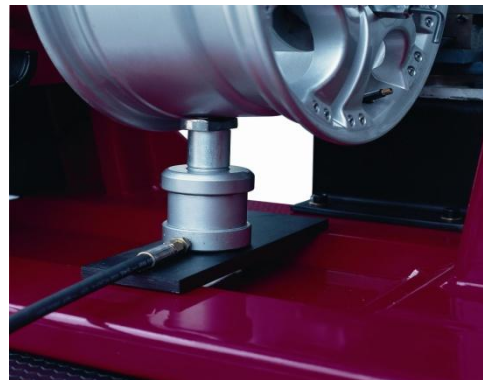

Рис.3
7.4. Выбираем один из специальных упоров (в зависимости от характера и места вмятины) и устанавливаем его на гидроцилиндр (ход штока гидроцилиндра 32 мм), рис.3.
- При восстановлении дисков с сильно повреждёнными местами профиля необходимо произвести предварительную рихтовку с помощью специального рихтовочного ключа рис.4 и (или) гидроцилиндра рис.3.